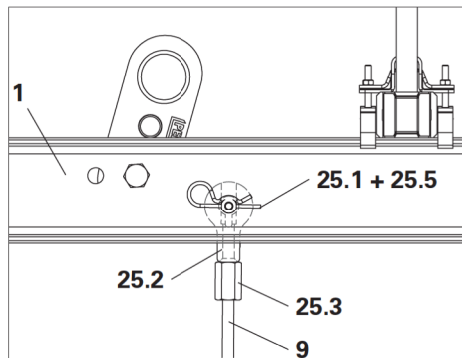

Fig. B5.04a
1. Avvitare il dado esagonale DW 15 (controdado) (25.3) sul tirante DW 15 (9).
2. Avvitare il dado a occhiello RCS DW 15 (25.2) sul tirante DW 15 (9) fino all'arresto.
4. Fissare il gruppo costruttivo con il perno calibrato (25.1) al corrente piattaforma BR (1) e bloccare con l'inserto a molla (25.5).
- (Fig. B5.04a)